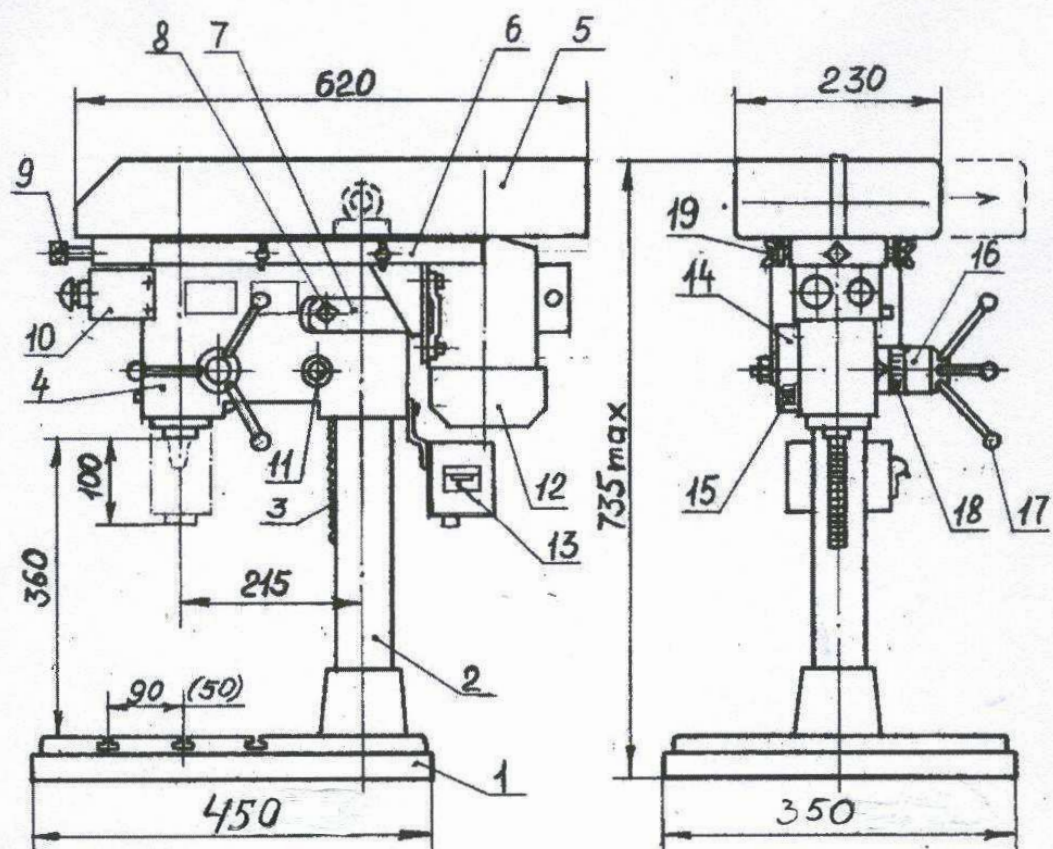

Рис.1
1.2.1. Основные параметры и размеры сведены в таблицу 1. Дополнительные конструктивные размеры приведены на рис.1 и рис.2.
1.3.1. Общий вид станка с обозначением составных частей изображен на рис.1, рис.2, рис.3.
1.4.1. Конструктивно станок (рис.1,2,3) смонтирован на литой плите 1, на которой закреплена стойка 2 с рейкой 3. По стойке перемещается с помощью вала – шестерни реечной 11 траверса 4. От самопроизвольного перемещения траверсы по стойке предохраняет планка тормозная 7 прижим которой регулируется винтом 8. В траверсе 4 размещен шпиндельный узел состоящий из самого шпинделя 23 и пиноли 24.
1.4.2. Станок работает следующим образом (рис.1):